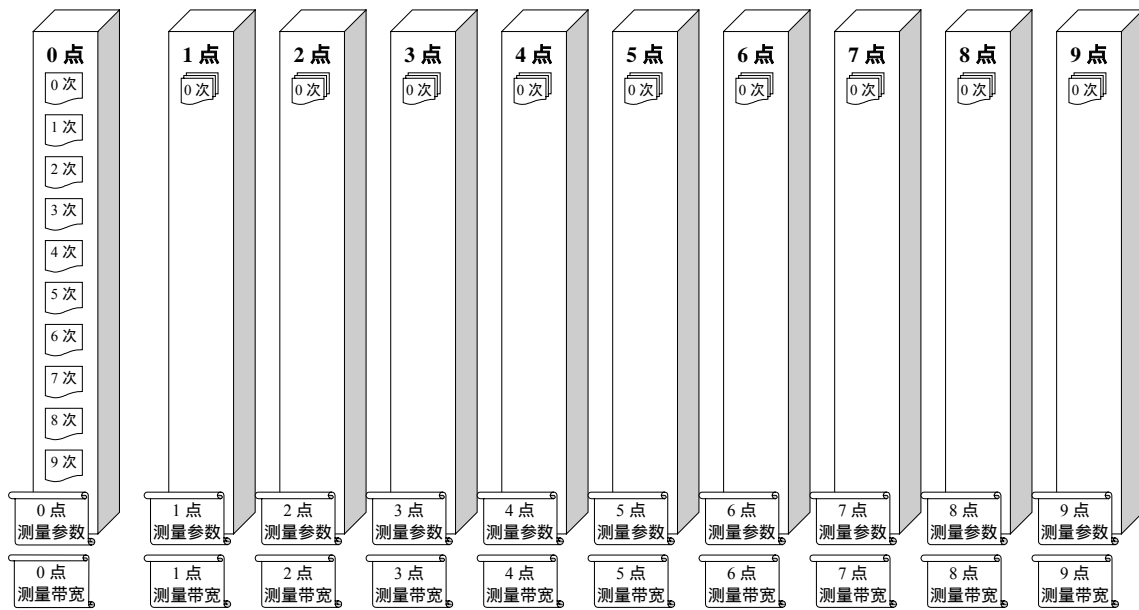

图 1-1
- 5) 具有存贮/删除功能：可存/删 100 个测试值（WAVE 方式，其存贮结构见图 1-1）